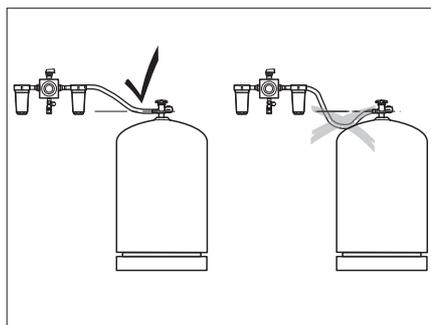

Fig. 84 Disposition des flexibles à haute pression
- ▷ Lors de la pose des flexibles à haute pression, veiller à ce que les flexibles soient en montée continue (Fig. 84)!